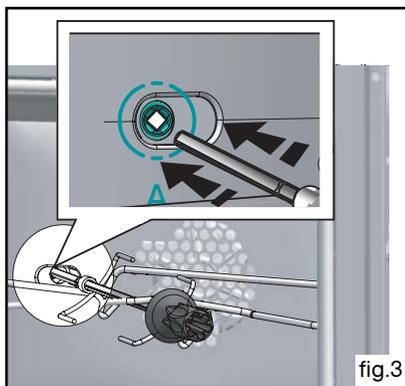

fig.3
- poussez légèrement pour engager la pointe de la broche dans le carré d'entraînement situé au fond du four (fig.3).
- Appuyez sur la touche  pour valider l'heure (fig.3).
Appuyez sur le bouton , l'affichage de la durée clignote.(fig.3).
Appuyez sur le bouton ⌚, l'affichage de la fin de cuisson clignote.(fig. 3).